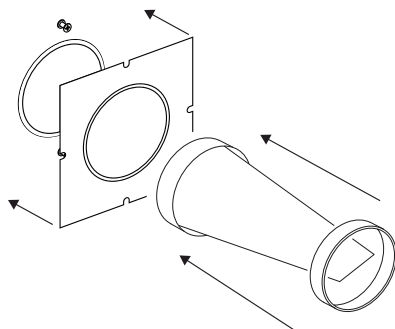

Рисунок 6.7. Установка фильтра и уплотнительного элемента
- Приклейте уплотнительный элемент на стену. Вставьте фильтр в трубу (рис. 6.7). Край фильтра должен быть углублен в воздушном канале на 20 мм.